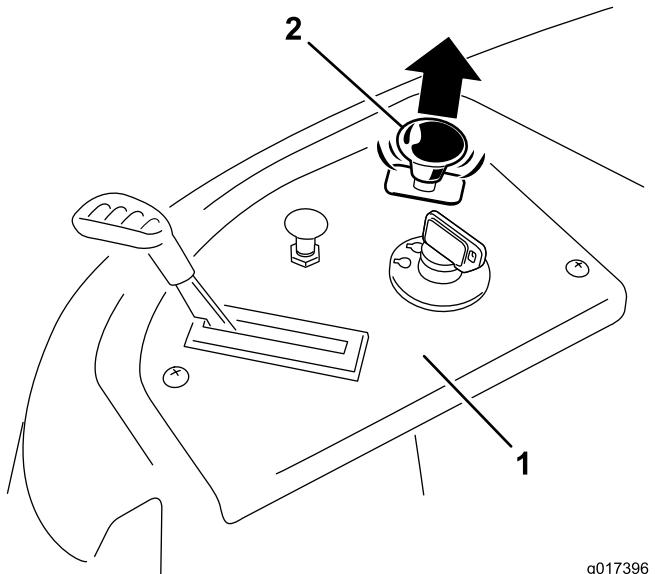

Figura 15
- Puxe o interruptor de controlo da lâmina para o mover para posição On (ligado) e engatar as lâminas (Figura 15).